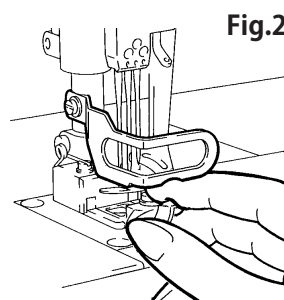

Fig.2
- Vérifiez la bonne fixation du pied presseur en le relevant à l'aide du relève-pied et en essayant de le décaler vers l'avant, l'arrière et sur les côtés. (fig. 2)